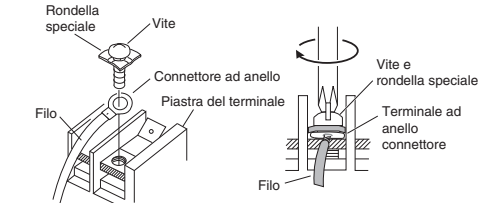

Fig. 3-57
- (4) Mettere il cavo del connettore ad anello, quindi rimettere a posto e stringere la vite rimossa dal terminale usando un cacciavite. (Fig. 3-57)